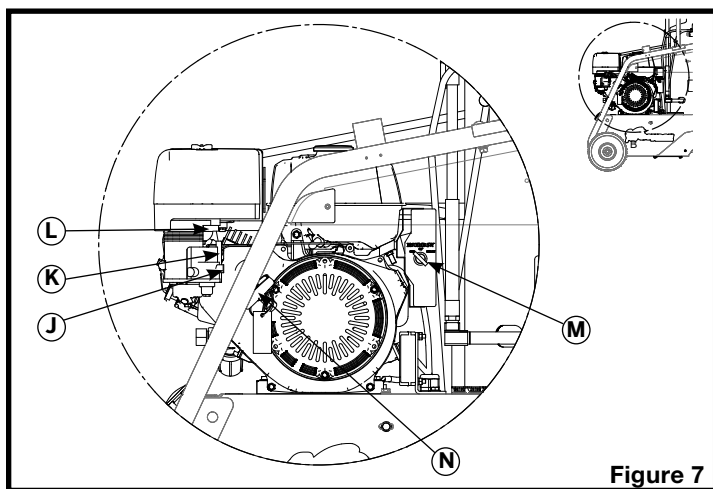

Figure 7
1. Ouvrir la valve d'essence (J sur la figure 7), en déplaçant le levier vers la droite.
2. Fermer l'étrangleur en déplaçant le levier (K sur la figure 7) complètement à la gauche.
3. Déplacer le levier des gaz (L sur la figure 7) de la droite à 1/3 de sa course vers la gauche.
4. Tourner l'interrupteur du moteur (M sur la figure 7) à la position « ON ».
5. Tourner l'interrupteur du moteur (M sur la figure 7) à la position « START » jusqu'à ce que le moteur démarre.
7. Pendant que le moteur se réchauffe, ouvrir graduellement l'étrangleur en déplaçant le levier (K sur la figure 7) vers la droite.
9. Pousser le levier des gaz (L sur la figure 7) complètement vers la gauche, à la vitesse maximum.
5. Tirer doucement la poignée de lancement (N sur la figure 7) jusqu'à sentir une résistance, puis tirer brusquement. Ne pas laisser la poignée de lancement revenir brutalement contre le moteur. La ramener lentement pour éviter tout dommage au moteur.
6. Pendant que le moteur se réchauffe, ouvrir graduellement l'étrangleur en déplaçant le levier (K sur la figure 7) vers la droite.
8. Pousser le levier des gaz (L sur la figure 7) complètement vers la gauche, à la vitesse maximum.